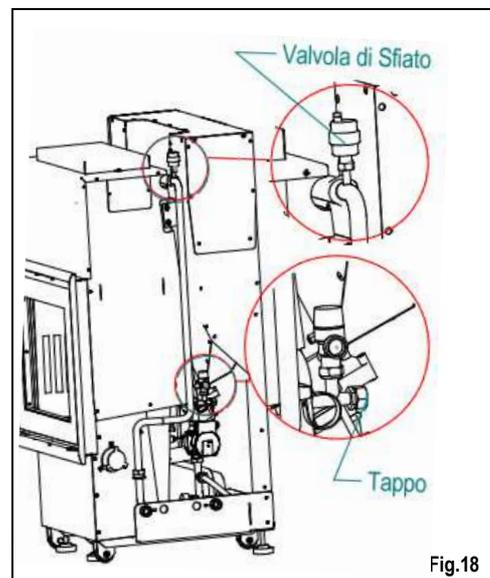

Fig.18
Prima di avviare il prodotto, è necessario riempire l'impianto idraulico tramite un rubinetto di carico da installare a monte del tappo posizionato sotto la valvola di sicurezza (fig. 18).
- Aprire la valvola di sfiato A installata all'interno del prodotto (fig. 18).